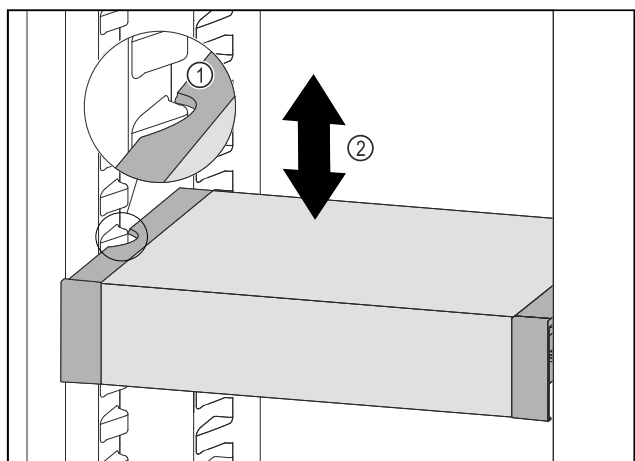

Fig. 179
- ▶ Húzza előrefelé a VarioSafe fiókot annyira, hogy a VarioSafe oldalsó kivágásai a hűtőrészben a tartóborda magasságában legyenek. Fig. 179 (1)
- ▶ A hűtőrészben a VarioSafe fiókot mozgassa felfelé vagy lefelé a kívánt magasság eléréséig. Fig. 179 (2)